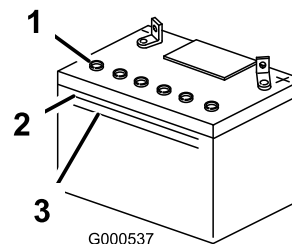

Figure 31
1. Observez le côté de la batterie. Le niveau de l'électrolyte doit atteindre le trait supérieur (Figure 31).
Le niveau d'électrolyte ne doit pas descendre au-dessous du trait inférieur (Figure 31).
3. Enlevez les bouchons d'aération de la batterie (Figure 31).
4. Versez de l'eau distillée avec précaution dans chaque élément jusqu'au trait supérieur (Figure 31) sur le côté de la batterie.
6. Au besoin, ajoutez de l'eau distillée pour amener le niveau jusqu'au trait supérieur sur le côté de la batterie (Figure 31).